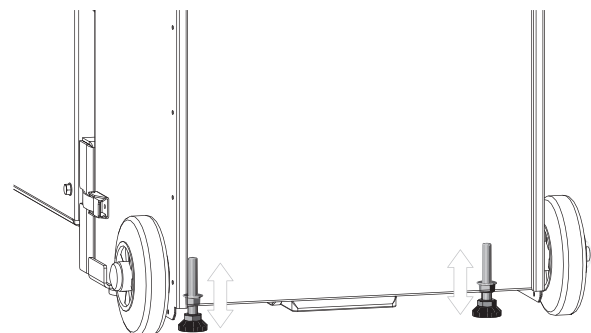

Fig. 228
► Stellschrauben bei Aschebox einstellen und mit Mutter fixieren – Fig. 228.